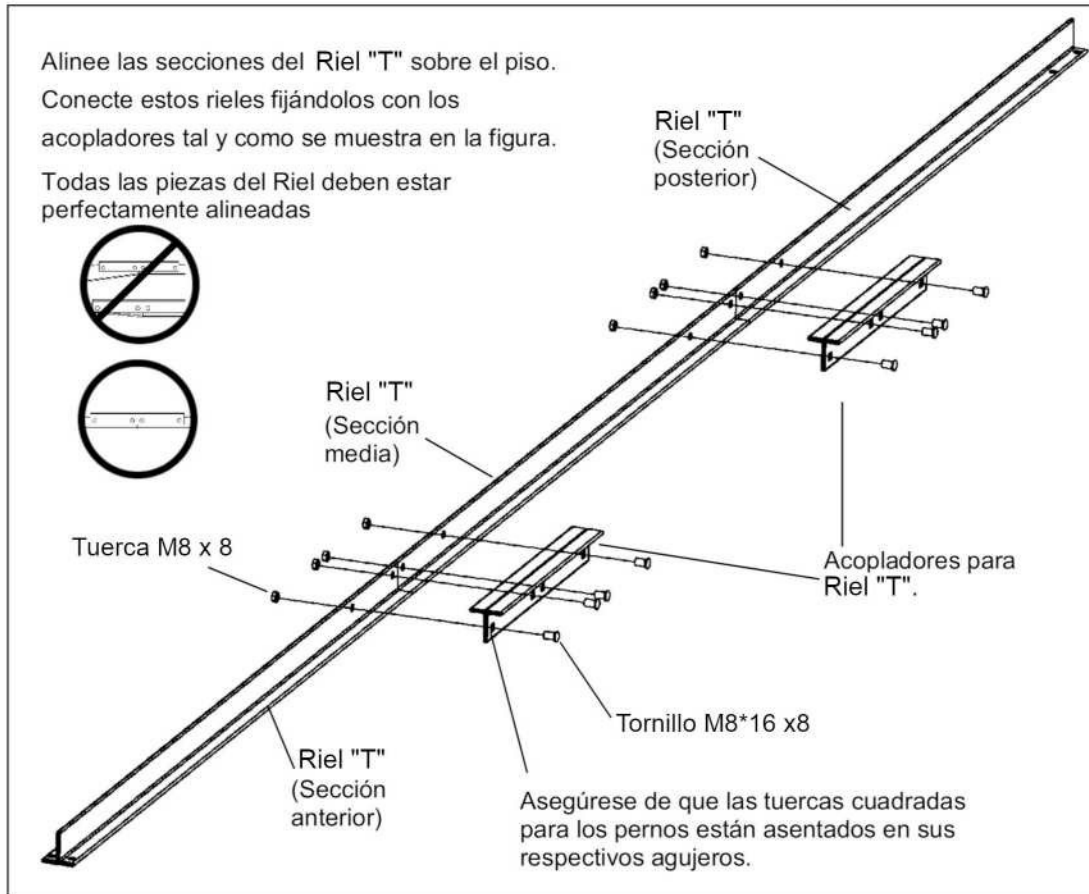

Fig.23
5.8.1.-Conecte las Secciones del Riel "T" de Acero Seccionado. (Fig.23).